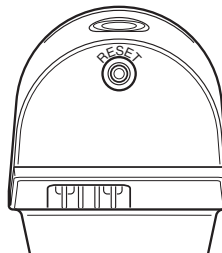

Figura 8
- Si lo monta en un alero, monte el aparato con detector de espaldas a la pared de la casa. Gire el detector de modo que el botón RESET (vea la Figura 8) mire hacia el suelo.
- Botón de reinicio (vea la Figura 8): use un clip para papel para presionar el botón DE REINICIO por 15 segundos para reiniciar la luz.